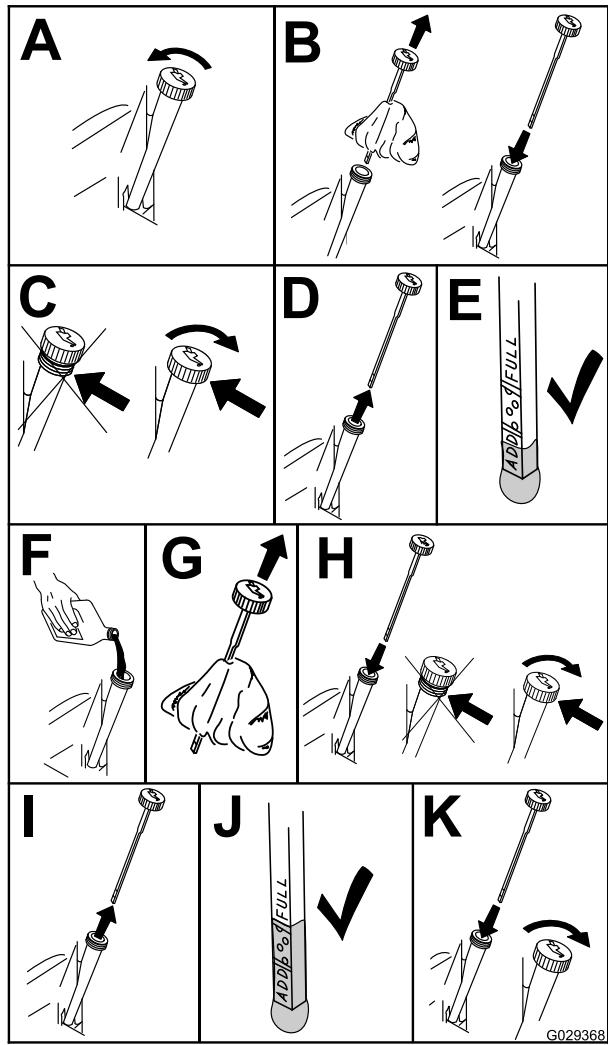

Figura 66
- Para que no entre suciedad, recortes de hierba, etc., en el motor, limpie la zona alrededor del tapón de llenado/varilla de aceite antes de retirarlo (Figura 66).